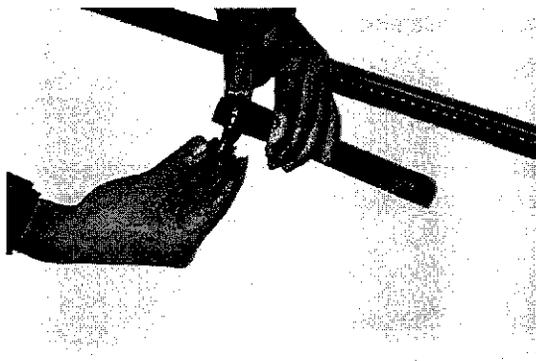

Fig.1
2. Atornille el perno de ajuste en el hoyo de la base tal y como lo muestra la Fig.1.